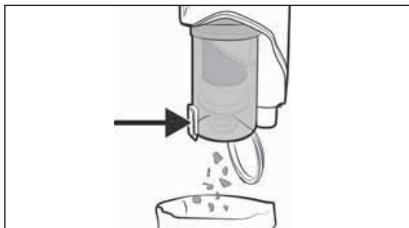

Fig. 21
- Tøm smudsbeholderen ⑦, og rengør filteret af rustfrit stål ⑥ og EPA-filteret ⑤, så snart smudsbeholderens ⑦ niveau har nået MAX-markeringen.
- Hold smudsbeholderen 7 over en affaldsspand, og tryk på oplåsningsknappen til smudsbeholderdækslet 8. Smudsbeholderdækslet 9 åbner sig, og indholdet falder ned i spanden (se fig. 21). Luk derefter smudsbeholderdækslet 9.